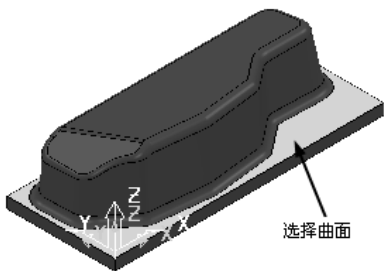
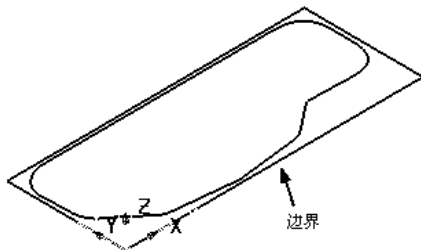

图 5-100 选择曲面 5
图 5-101 创建的边界 4
2) 选择图 5-100 所示的曲面, 然后单击“应用”按钮, 单击“接受”按钮即可完成边界创建, 如图 5-101 所示。